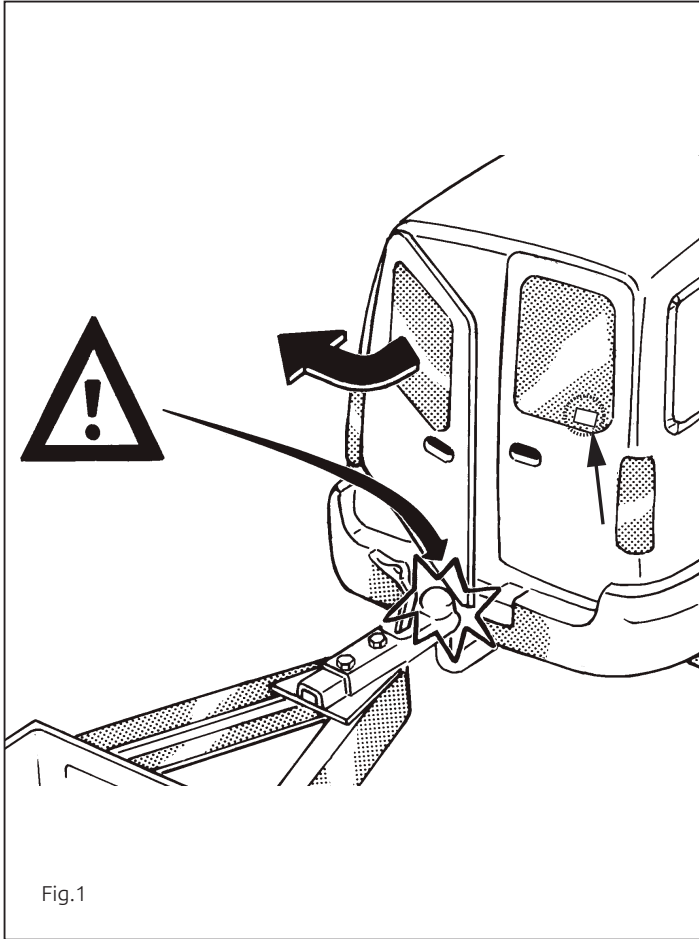

Fig.1
10. Приклейте наклейку как показано на рис. 1.